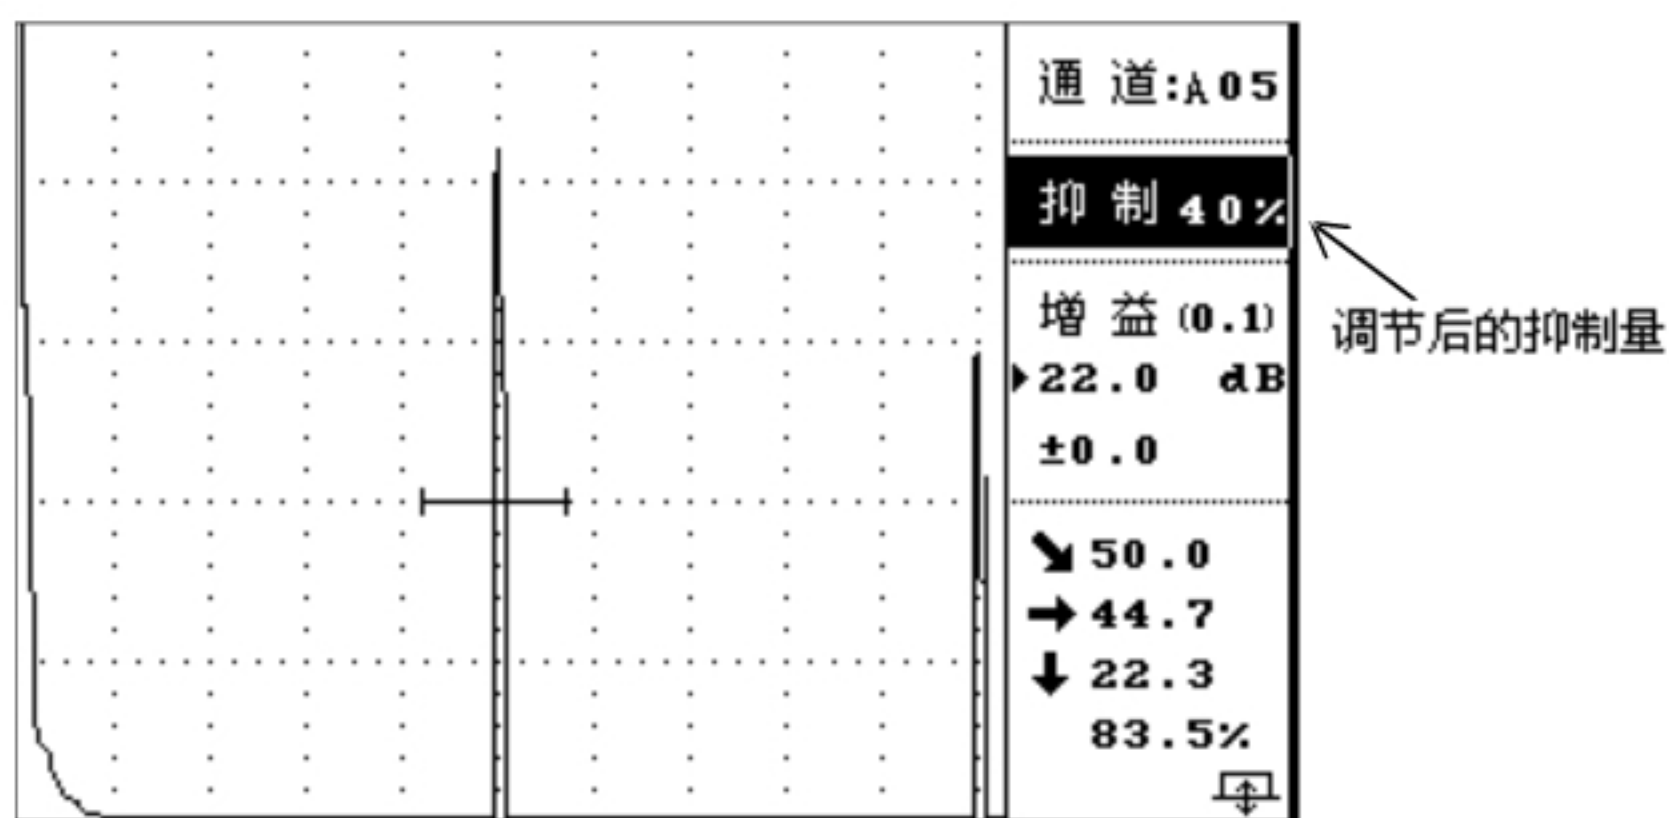

图 2-2-7
- ⑥ 按 **←** **→** 键或转动旋钮，调节抑制量，所显示的百分数即为抑制杂波的高度。最大抑制量为 80%。例如：图 2-2-7 为抑制量 40%的波形图。